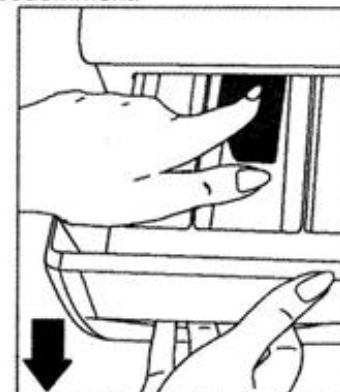

Fig 15
- Soulevez l'avant du tiroir et continuez à tirer jusqu'à ce que celui-ci sorte de son emplacement (fig. 15)
Retirez le bac à produits. Enlevez le bouchon du siphon (Fig. 15) et nettoyez soigneusement les résidus d'assouplissant. Nettoyez et remettez le bouchon du siphon en place. Vérifiez qu'il est bien en place.